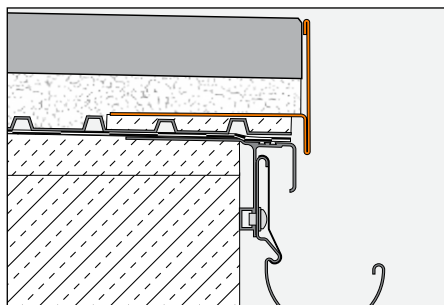

Fig. 1
Forarbejdning til udlægning af selv bærende pladeelementer på mørtelkontaktpunkter eller grus-/skærvelag med BARA-RT (fig. 1)
3. Ved brug af BARA-RT som grusfangliste (fig. 1) anbringes grusmaterialet lige under overkanten af det vertikale profilben, afhængigt af belægningstykkelsen. Herefter lægges betonpladerne løst på det udjævnede gruslag.